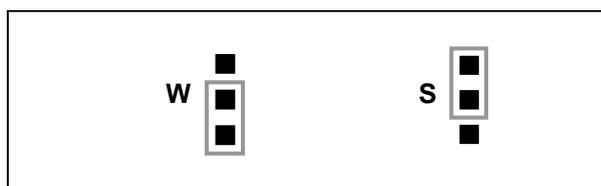

Bild 5
- Entsprechenden Jumper von Werkseinstellung (Bild 5, W) auf Systemansteuerung (Bild 5, S) umstecken.